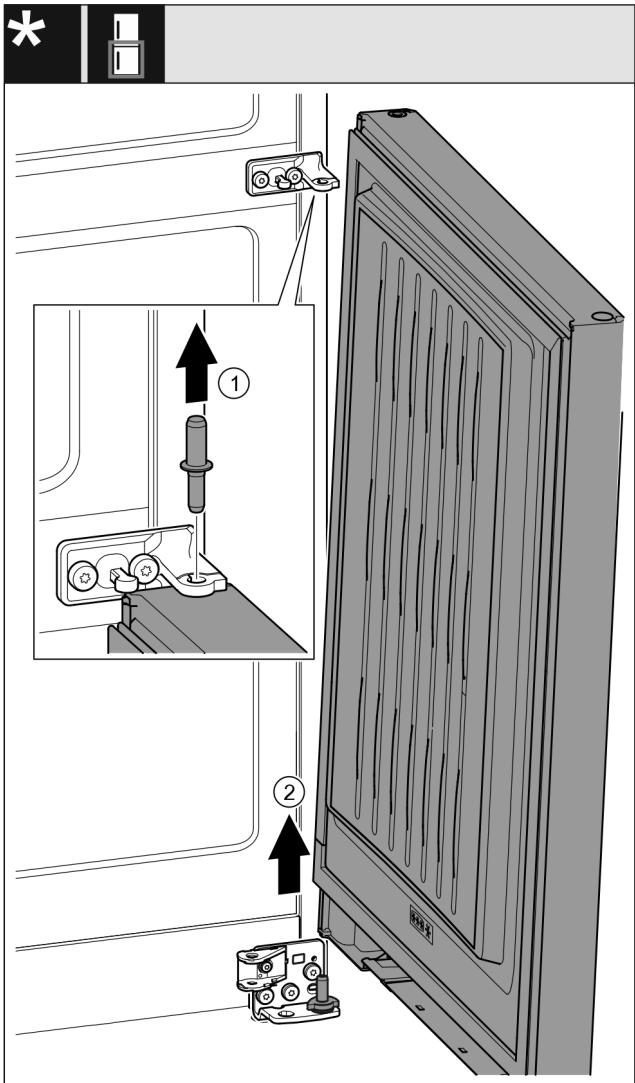

Fig. 21 *
- Извлеките пальцы движением вверх. Fig. 21 (1)*
- Отведите дверь, потяните вверх и отставьте в сторону. Fig. 21 (2)*